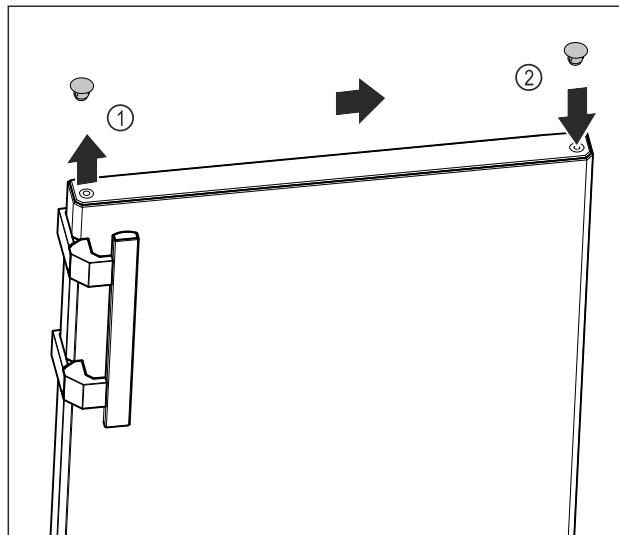

Fig. 10
- С плоска отвертка внимателно повдигнете покриващата тапа от горната страна на вратата Fig. 10 (1) и я извадете.
- Поставете покриващата тапа от другата страна. Fig. 10 (2)